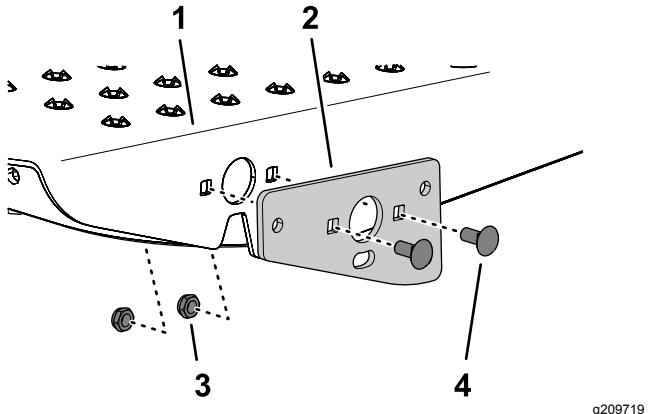

Figura 5
1. Monte el soporte de giro en el reposapiés con 2 pernos de cuello cuadrado (5/16" x 3/4") y 2 contratuerzas (5/16"), como se muestra en la Figura 5.